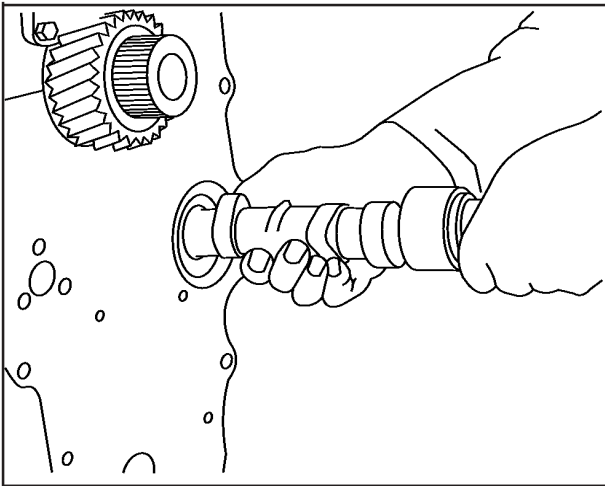

FIG 4
10. Remova a árvore de comando das válvulas, **Fig. 4**.